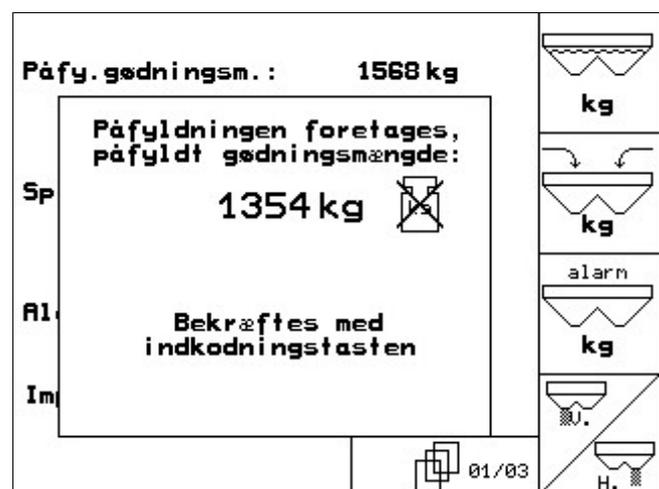

Fig. 87
- Accepter påfyldt gødningsmængde (Fig. 87).